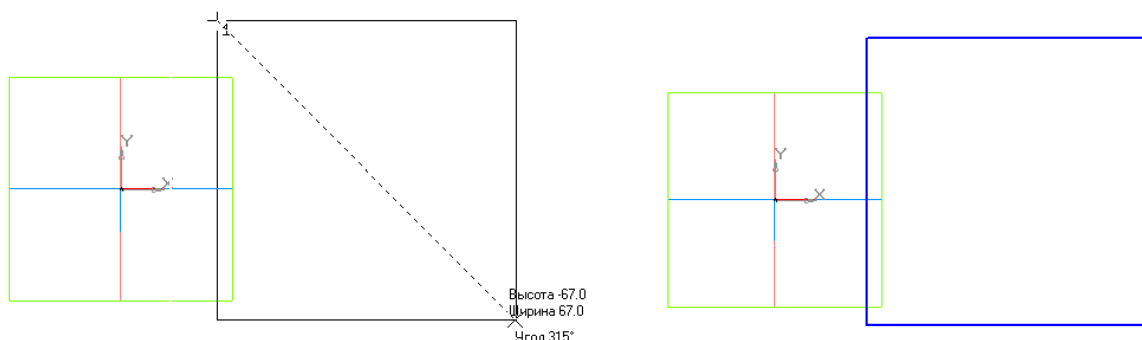

Рис. 5.1. Эскиз первого сечения – Прямоугольник – в **Горизонтальной плоскости**.
1.8. Используя подсказки системы, постарайтесь построить квадрат (рис. 5.1).